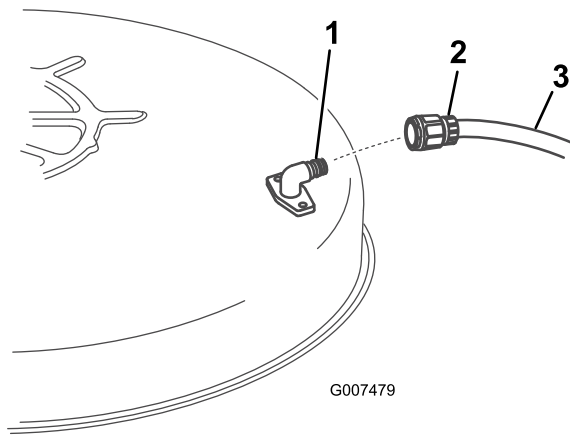

Figura 37
5. Conecte el acoplamiento de la manguera al extremo del conector de lavado del cortacésped, y abra el grifo al máximo (Figura 37).